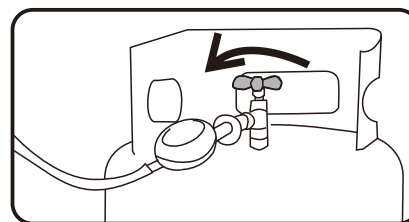

Abb. 3
3. Öffnen Sie das Eckventil der Gasflasche gegen den Uhrzeigersinn (siehe Abbildung 3).